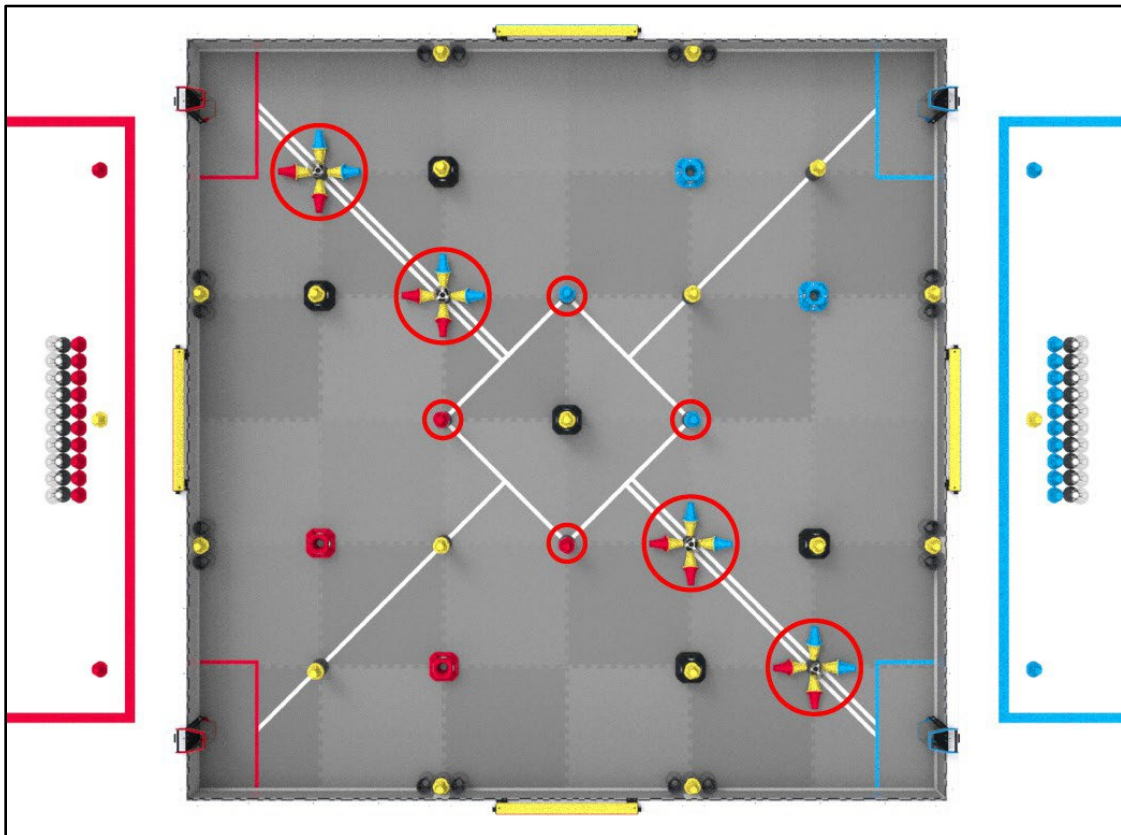

图 SG-7: 红框内标注的棱块，会被视为与自动时段分界线接触
- b. 赛局开始时与自动时段分界线接触的得分物不属于任何一方，自动时段双方都能使用，本规则意在说明，赛局起始时，穿过或在自动时段分界线的 20 个得分物，都被视为和自动时段分界线接触。如图 SG-7 所示。
- e. 自动时段，与以下任何一点接触，均会导致对手获得自动时段奖励分和自动获胜分 (WP)，除非对手在自动时段也同样违规。